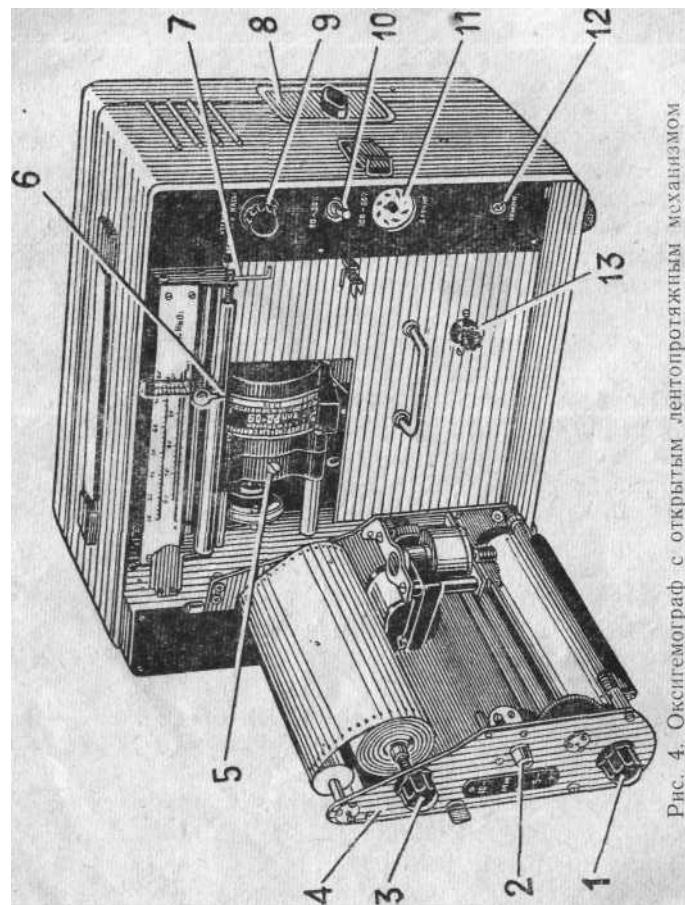
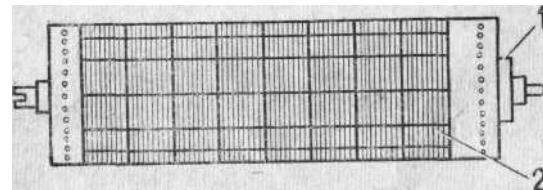

Рис. 4. Оксигемограф с открытым лентопротяжным механизмом
Рис. 5. Рулон диаграммной бумаги на гильзе
ном в датчик фильтре наблюдаются незатухающие колебания каретки с пером, то это говорит о завышенной чувствительности. Для получения нормальной чувствительности ось переменного сопротивления с надписью «успокоение», расположенного в окне прибора под крышкой 8 (рис. 4), поворачивают плавно против часовой стрелки до тех пор, пока не прекратятся собственные колебания каретки.
3. Переключатель шкал 10 (рис. 4) перевести в положение 20—80% и сопротивлением «настройка 20—80%», расположенным в кармане на правой боковой стенке прибора, установить стрелку на цифру исходного насыщения по шкале 60—100%.
Для заливки откинуть лентопротяжный механизм 4 (рис. 4) и отвернуть винт 5 в корпусе редуктора двигателя.
Для зарядки гильзы / (рис. 5) бумагой надо откинуть лентопротяжный механизм и, оттянув рукоятку 3 (рис. 4), снять гильзу и освободить ее от картонного каркаса использованного рулона.
Надеть на гильзу новый рулон 2. Рулон должен быть расположен так, чтобы ближе к шлицу (на торце гильзы) находилось малое свободное поле на диаграмме (рис. 5). Перевести ручку переключателя скорости 2 (рис. 4) в среднее положение.
Нужно правой рукой натягивать конец ленты, слегка направляя ее так, чтобы перфорация попала на шипы барабана; левой рукой поворачивают барабан за рукоятку / (рис. 4) по часовой стрелке. Когда из-под валика будет выступать 50—30 мм ленты, закрывают лентопротяжный механизм и переводят ручку переключателя скорости в одно из рабочих положений.
3. Налить пипеткой чернила в баллон пера и вставить его в обойму *б* (рис. 4) так, чтобы кончик пера касался вершины валика с бумагой. Проверить, соответствует ли положение предохранителя *13*, расположенного в нижней части прибора за откидным лентопротяжным механизмом, напряжению питающей сети.
4. Заземлить прибор. Для этого наконечник провода заземления подсоединить к клемме «земля» *12* (рис. 4), расположенной на правой стороне передней панели прибора. Струбцину провода заземления привинтить к земляной шине. После этого гайкой прижать провод к струбцине. Место присоединения должно быть защищено от краски и грязи.
6. Вставить колодку кабеля датчика в гнездо восьмиконтактного разъема // (рис. 4) так, чтобы ключевой выступ колодки совпал с соответствующей выемкой в центральном отверстии.
9. Переключатель шкал *10* (рис. 4), расположенный над гнездом «датчика», установить в положение «100—60%». Ввести фильтр светлой половиной в датчик.
10. Ручкой «установка исходного насыщения» *9* (рис. 4), расположенной над переключателем шкал, установить стрелку прибора по средней шкале на цифру, указанную на светлой половине фильтра.
Если показания прибора на темно-красной части фильтра отличаются от указанной на фильтре величины больше, чем на $+1\%$, то надо подкорректировать показания, пользуясь регулировочными сопротивлениями с надписью «настройка», расположеными в окне прибора на его правой боковой стенке под крышкой 8 (рис. 4). Корректировка показаний прибора на шкале «100—60%» осуществляется соответственно регулировочным сопротивлением с надписью «100—60%», а корректировка показаний прибора на шкале «80—20%» — регулировочным сопротивлением с надписью «80—20%». Пользуясь этими регулировочными сопротивлениями, доводят показания прибора на обеих шкалах на темно-красном фильтре до требуемой величины. Затем снова вводят светло-красный фильтр и ручкой «регулировка исходного насыщения» опять устанавливают показание, соответствующее этому фильтру, т. к. после корректировки на темно-красном фильтре показания на светло-красном фильтре, установленные ранее, меняются. Еще раз вводят темно-красный фильтр и уточняют показание подстроенным сопротивлением.
Если необходимо произвести запись исследуемого процесса, то рукоятку переключателя скорости подачи бумаги 2 (рис. 4), расположенную на правой боковой щечке откидного лентопротяжного механизма, устанавливают на нужную величину скорости, включают тумблер «запись» 2 (рис. 1), расположенный над гнездом сетевого питания, а рукоятку 7 (рис. 4) опускают до упора; при этом перо опускается на диаграммную бумагу. Если запись не производится, то тумблер «запись» не включается, а перо при помощи рукоятки 7 подымается так, чтобы оно не касалось диаграммной бумаги.